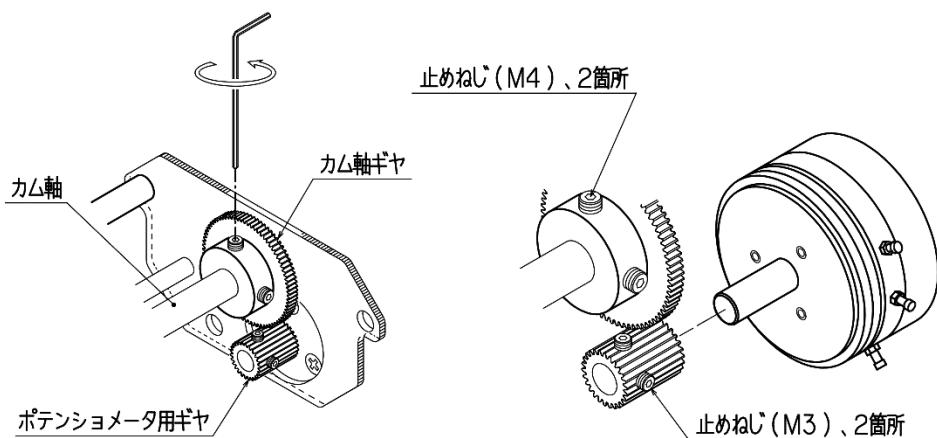

図10：ポテンショメータの調整
⑨ポテンショメータに付いているギヤを外し、ポテンショメータを取付板から取り外します。
⑩新しいポテンショメータを取付板に取付け、⑨で取り外したギヤをポテンショメータ軸に取付けます。(図10参照)
⑥RM端子に(+)、WM端子に(-)をデジタルマルチメータ等(電圧レンジ)にててて、電圧値を測定しながらカム軸ギヤを指で回し、電圧値が約40mVとなる位置でカム軸ギヤの止めねじを仮固定します(図10参照)。前項ポテンショメータの交換から引き続き作業を行っている場合は、(1)⑤で測定した数値に近くなるように調整します。
⑦そのまま電圧値を測定しながら電動操作または手動ハンドル搭載機種の場合は手動操作で全開位置まで動作させます。この時電圧値が徐々に上昇していき、全開位置で約5Vになることを確認します。また、途中でデジタルマルチメータ等の数値が異常な値を示さないかの確認も同時に行います。
⑧再度コントロールモータを閉側へ動作させ、約40mVになることを確認します。
⑨最後にカム軸ギヤ固定用の止めねじを2本ともしっかりと締め込み、緩み止め剤を塗布します。
⑩外部配線を復線してください。
⑪コントロールモータのカバーを取付け作業は完了です。試運転を行い、動作状態の確認を行ってください。